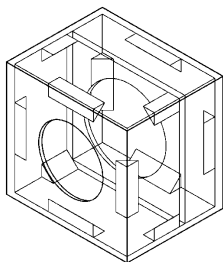

Figura. 1
9. Si es posible, emplee un MDF y abrazaderas de 2 o 3 capas (vea la figura 1) para reforzar la caja del altavoz y poder obtener el mejor rendimiento. Emplee un MDF o un HDP de 21 mm.